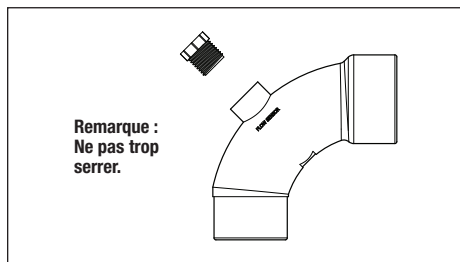

Figure 7. Coude élané
- 5.1 Le modèle de filtre CV est livré avec un coude élargi Jandy prévu à cet effet. Le coude élargi comprend également un orifice fileté et un bouchon de manière à ce qu'un boyau d'arrosage de 1/2 po puisse être raccordé pour les tests de pression. Voir la Figure 7.